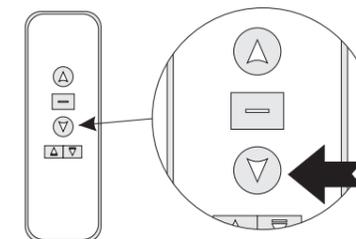

图 21
2. 按发射器上的幕布下行键, 幕布下降, 说明此次学习成功。(如图21)